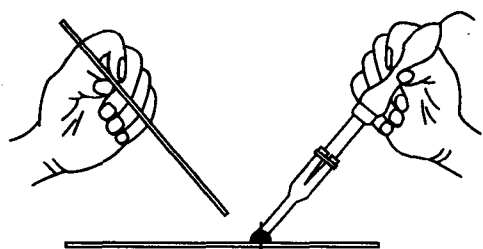

图 1-15 撤焊锡丝
(3) 撤丝过程：当焊点形成且大小适中时，将左手捏着的焊锡丝迅速撤去，并保持烙铁的加热状态，见图 1-15。
(4) 撤电烙铁过程：在撤丝后继续保持加热状态 1s 左右，以便使焊锡与被焊物进行充分的热接触，从而提高焊接的可靠性。这个过程完成后，迅速将电烙铁从斜上方 45° 方向撤走，留下一个光亮